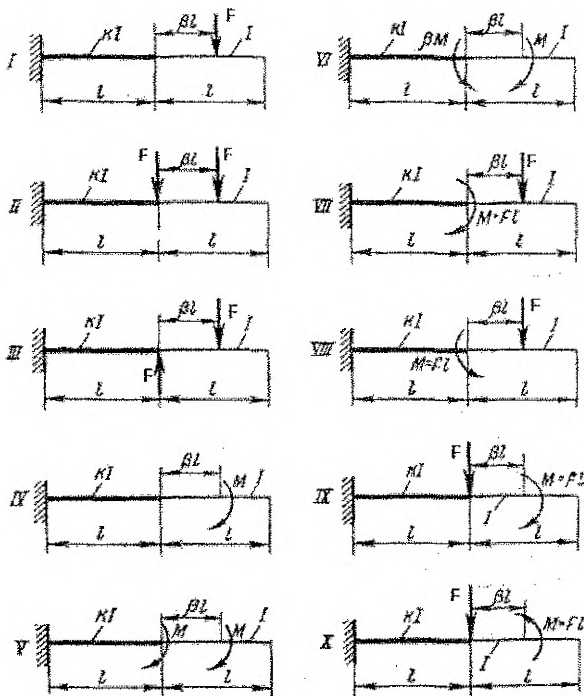

Рисунок 6 – Схемы балок переменного сечения
**Задача 6.** Определить прогиб свободного конца балки переменного сечения (рис. 6). Данные взять из табл. 7.